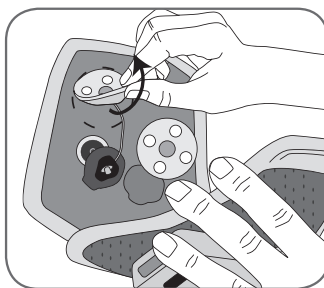

Abbildung 9-8: Entfernen der gebrauchten L300-Elektrodenbasen
3. Entfernen Sie die L300-Elektrodenbasen von der L300-FS-Manschette (siehe Abbildung 9-8).